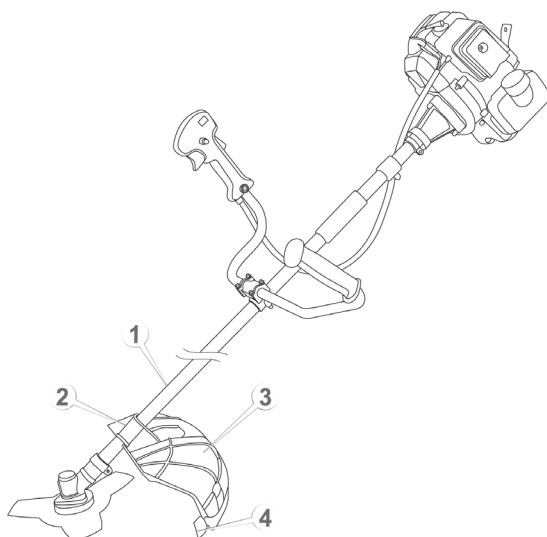

Рисунок 6. Схема встановлення захисного кожуха.
- встановити ніж (4, рис. 6) для обрізання жилки на захисний кожух (3, рис. 6) і надійно закрутити за допомогою фіксуючих кріплень;
- встановити захисний кожух (3, рис. 6) на штангу за допомогою комплексу кріплень так, щоб позиціонуєний отвір скоби (2, рис. 6) поєднався із відповідним отвором штанги (1, рис. 6), та зафіксувати гвинтами з комплексу. Переконайтеся в надійності кріплення захисного кожуха — прокручування не допускаються
Жилка під час роботи зношується. Щоб замінити робочі кінці жилки – подати мотокою до землі так, щоб різальний низ головки злегка короткочасно торкнувся корпусом поверхні землі, що призведе до виходу нової частини жилки, а зайва буде автоматично відрізана різальним ножом (4, рис. 6).